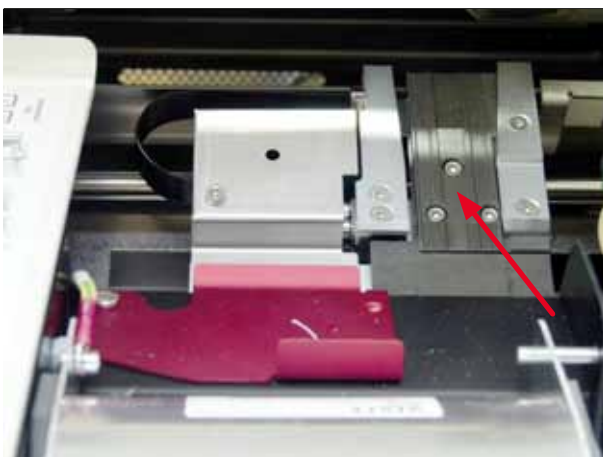

Fig. 49
- Estação de transporte (→ "Fig. 49")
- Feche a aba após a limpeza e antes de usar o aparelho (→ "Fig. 49").